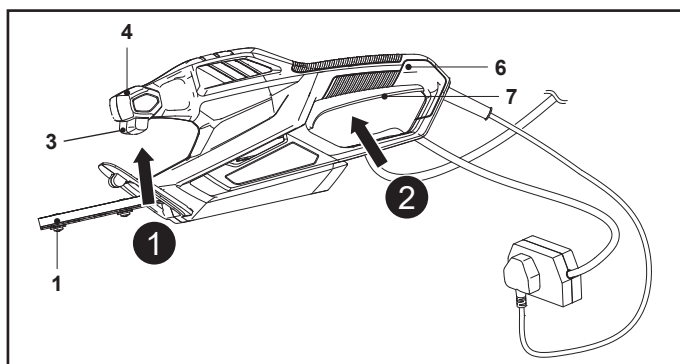

Fig. 4
1. Assegure-se de que o dispositivo de corte (lâmina) (1) não toca em quaisquer objetos. Remova a cobertura da lâmina (11) do dispositivo de corte (lâmina) (1) antes de ligar o produto.
2. Segure o produto com uma mão na pega dianteira (4) e a outra na pega traseira (6).
3. Prima o interruptor de segurança (3) e segure-o nessa posição (Fig. 4, passo 1).
4. Prima o interruptor para ligar/desligar (7) para ligar o produto (Fig. 4, passo 2).
5. Liberte o interruptor para ligar/desligar (7) ou o interruptor de segurança (3) para desligar o produto.